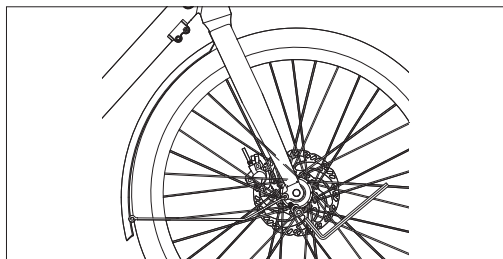

Figura 5-2
- Dopo aver fissato la staffa superiore, utilizza una chiave Allen da 4 mm per rimuovere le 2 viti nella parte inferiore della forcella anteriore. Quindi, allinea le gambe del parafango anteriore con i fori di installazione nella parte inferiore della forcella anteriore, come mostrato in [Figura 5-2] e [5-3], e poi riavvita le viti a circa 3-5 N-m.